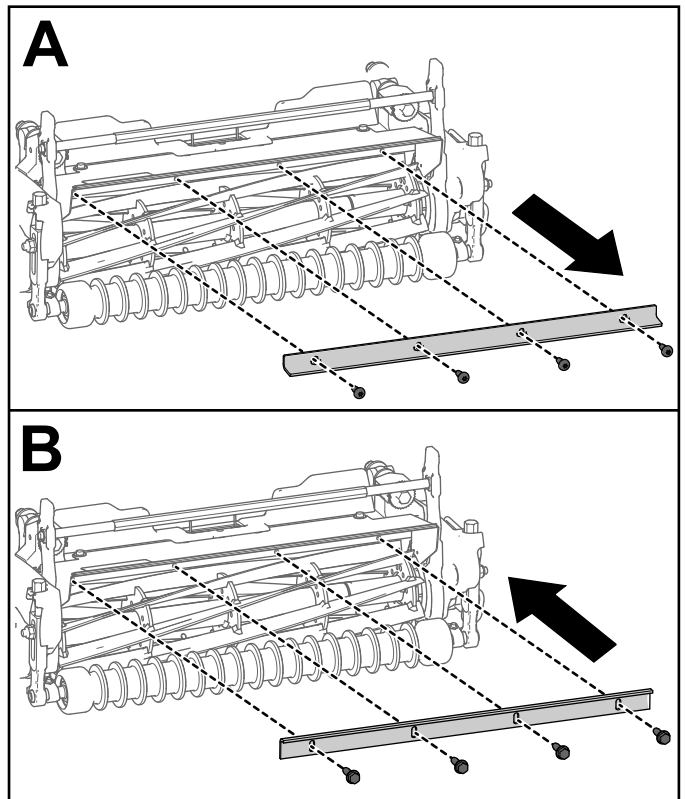

図 5
- カッティングユニットモデル04657および04658が他の Greensmaster 3300 または 3400 走行ユニットで使われる場合は、グラスディフレクションバーを取り外し、**図 5** に示すように、カットオフバー (部品番号 115-3303-03) と 4 本のボルト (部品番号 131-6150) に交換します。